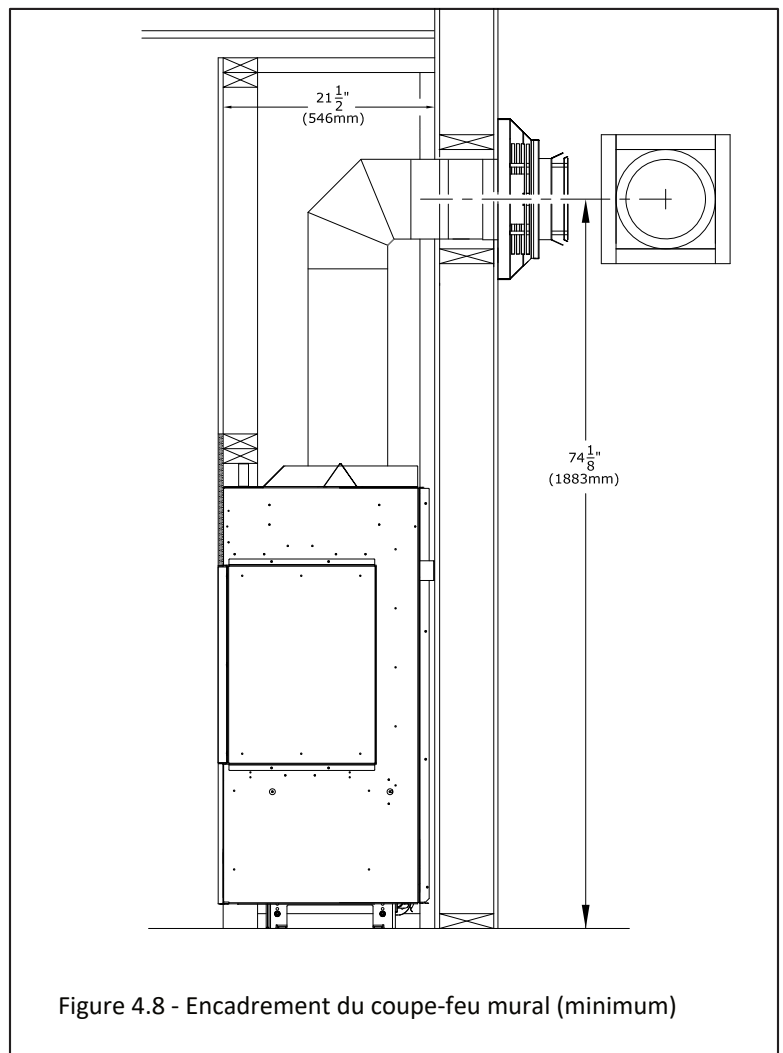

Figure 4.8 - Encadrement du coupe-feu mural (minimum)
- Voir la Figure 4.8 ci-contre pour les dimensions d'encadrement du conduit d'évacuation à terminaison horizontale minimum.
1. Mesurez la distance entre le plancher du foyer et le centre du point de traversée murale prévu du conduit d'évacuation. Les dimensions du conduit rigide de la Figure 4.8 utilisent un conduit d'évacuation Simpson DuraVent.